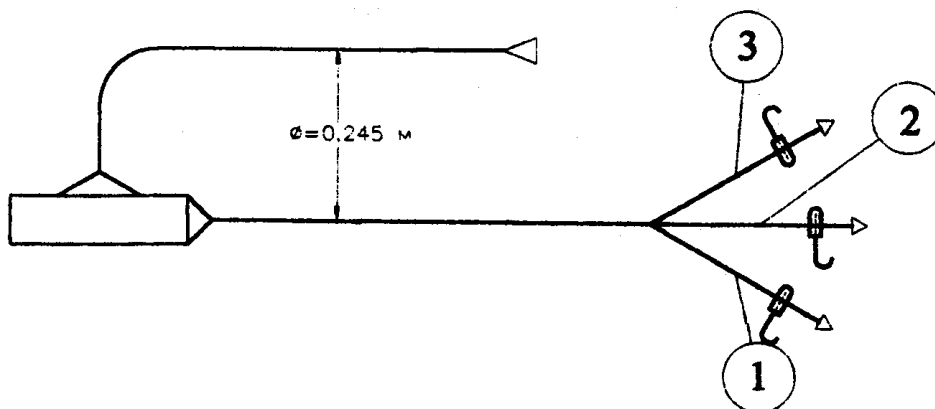

Рис. 6 – Схема вентиляційної мережі
2.2. Розподілити одержану кількість повітря між трьома (рис. 6) повітропроводами у співвідношенні 1:4:2 ( див. таблицю). Розрахувати відповідні цьому співвідношенню витрати повітря по повітропроводах та середньовитратну швидкість повітря за перерізами повітропроводів. За одержаною швидкістю розрахувати величину динамічного тиску в кожному повітропроводі, що регулюється, та відповідне цієї величині позначення шкали мікроманометра при факторі приладу 0,4.